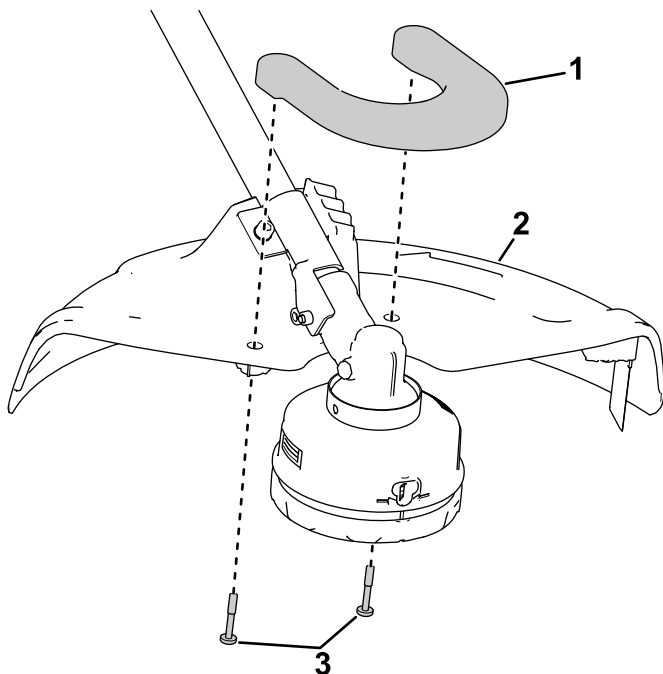

Figura 5
3. Instale el protector delantero en el protector trasero usando los 2 tornillos de cabeza de botón (Figura 5).